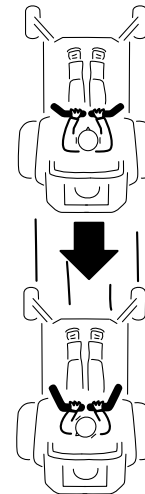

Figura 16
2. Para ir hacia atrás, mire hacia atrás y hacia abajo, y tire hacia atrás lentamente de las palancas de control de movimiento (Figura 16).
Para ir recto, aplique la misma presión a ambas palancas de control de movimiento (Figura 16).